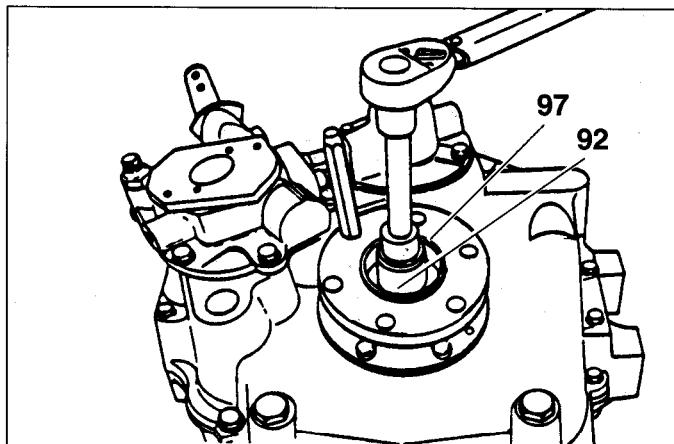
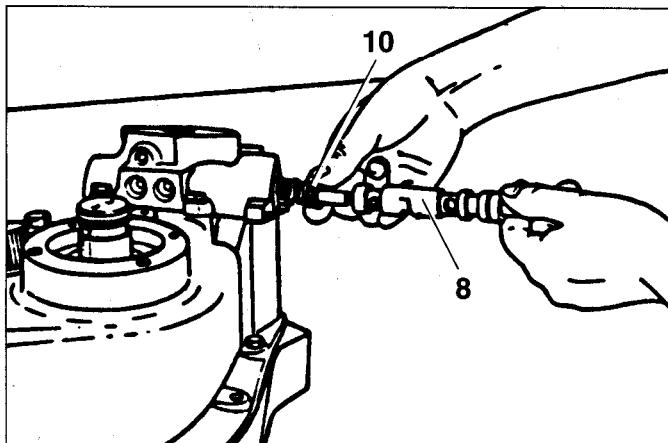

Fig. 45
Fig. 46
- 6a) Fissare il coperchio (80) e il distributore (7) alla cassa usando le viti (11) e (35) e le rondelle (12). Coppia di serraggio: 22,5 Nm.
- 7) Montare sulla flangia (98) la guarnizione di tenuta (95). Montare la flangia (98) completa di anello OR (96). Serrare le viti con coppia di serraggio di 13 Nm.
- 8) Ricoprire con un leggero strato di grasso il labbro dell'anello di tenuta (95).
- 9) Montare la flangia (97) facendo attenzione a non rovinare il labbro dell'anello di tenuta. Montare la rondella (91), la rondella di sicurezza (92); avvitare la vite (93) con coppia di serraggio di 275 Nm (Fig. 45).
- 10) Montare sull'estremità dell'albero di rinvio il giunto (107), quindi la pompa (22). Avvitare le viti (21), complete di rosette (20), con coppia di serraggio di 13 Nm.
- 11) Introdurre nel supporto pompa olio (7) la cartuccia filtro (24), avvitare il tappo (26) completo di guarnizione (25). Coppia di serraggio: 50 Nm.
- 12) Introdurre nel corpo distributore il piattello (34), la molla (10), la valvola (9), l'albero (8) completo di anello OR (6) (Fig. 46).
- 7) Put the seal (95) into the flange (98). Put on the flange (98) complete with the OR ring (96). Lock the screws with a clamping couple of 13 Nm.
- 8) Cover the sealing ring lip (95) with a light layer of grease.
- 9) Put on the flange (97) taking care not to ruin the lip of the sealing ring. Put on the washer (91), the safety washer (92); tighten the screw (93) with the clamping couple of 275 Nm (Fig. 45).
- 10) Put the joint (107) on the extreme end of the counter shaft and then the pump (22). Tighten the screw (21) complete with washers (20), with a clamping couple of 13 Nm.
- 11) Introduce the filter cartridge (24) into the oil pump support (7) and screw down the tap (26) complete with seal (25). Tightening torque: 50 Nm.
- 12) Put the washer (34), the spring (10), the valve (9), the shaft (8) complete with OR ring (6) into the distributor casing (Fig. 46).